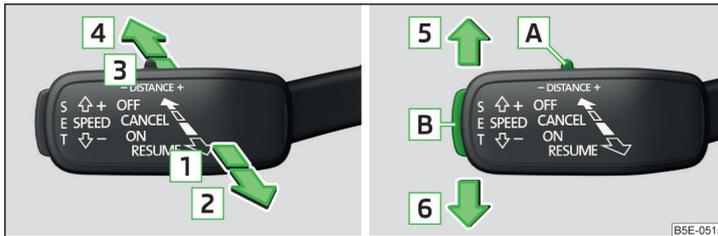

Abb. 151 Bedienungshebel
Die Bedienung und Einstellung der ACC erfolgt mit dem Bedienungshebel » Abb. 151 auf Seite 160 bzw. im Infotainment » *Bedienungsanleitung Infotainment*, Kapitel *Fahrzeugeinstellungen (Taste CAR)*.
» Abb. 151
Wird der Hebel » Abb. 151 von der Stellung OFF direkt in die gefederte Stellung RESUME eingestellt, wird die akutele Geschwindigkeit gespeichert und die Regelung gestartet.
Die Regelung kann mit der Taste **SET** oder durch Einstellen des Hebels in die gefederte Stellung **RESUME** » Abb. 151 auf Seite 160 gestartet werden.
➤ Den Hebel in die gefederte Stellung **CANCEL** » Abb. 151 auf Seite 160 einstellen.
Die Stufe des zeitlichen Abstands zum vorausfahrenden Fahrzeug kann mit dem Hebel » Abb. 151 auf Seite 160 oder im Infotainment » *Bedienungsanleitung Infotainment*, Kapitel *Fahrzeugeinstellungen (Taste CAR)* eingestellt werden. ▶
► Den Schalter **DISTANCE** in die gefederte Stellung  oder  einstellen » Abb. 151 auf Seite 160.
In diesem Fall ist die Regelung durch Gasgeben, Betätigung des Bremspedals oder den Druckpunkt **CANCEL** am Bedienungshebel » Abb. 151 auf Seite 160 abbrechen.
Ein Beschleunigungsvorgang kann jederzeit durch Betätigung des Bremspedals oder den Druckpunkt **CANCEL** am Bedienungshebel » Abb. 151 auf Seite 160 abgebrochen werden.